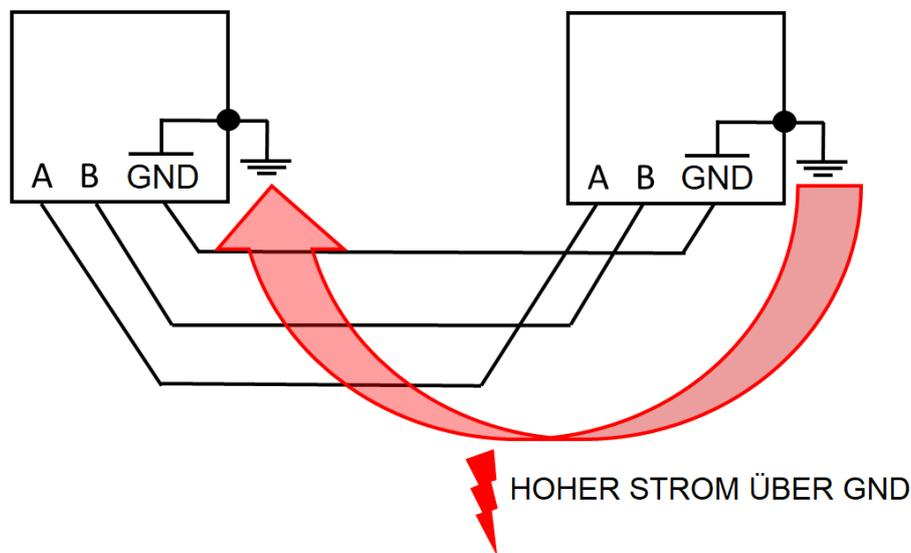

Abbildung 1 TT Netz mit unterschiedlichen Erdungs-Potentialen
2. Setzen Sie das RFID-Modul in die Aussparung auf der rechten Innenseite der Wallbox ein. Achten Sie auf die Zugänglichkeit der Bedienelemente im montierten Zustand und darauf, dass der Magnet an der Montageplatte sitzt (Vgl. Abbildung 1).